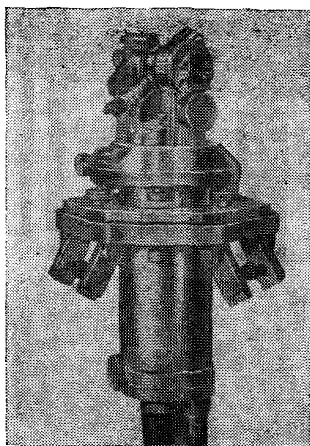

Рис. 4. Гиротеодолит GI-B2
1.20. Гиротеодолит Gi-B2 (рис. 4) с автоматической системой слежения за положением точек риверсин предназначен для автономного определения азимута направлений со средней квадратической погрешностью $\pm 15''$. Применяется для ориентирования подземных опорных сетей, передачи направления с поверхности в шахты и на-